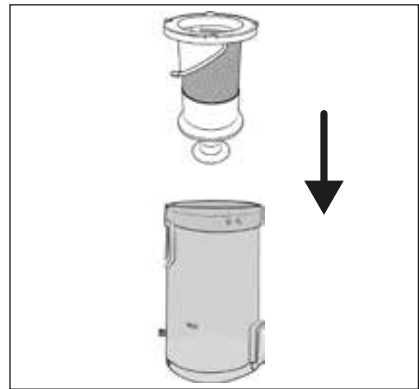

Fig. 21
- 6) Inserte el filtro de acero inoxidable **5** en el depósito de polvo **6** y presiónelo hasta el fondo (consulte la fig. 21). Para ello, observe los encastres de diferente tamaño del filtro de acero inoxidable **5**. El filtro de acero inoxidable **5** solo puede insertarse en una posición en el depósito de polvo **6** según estos encastres.